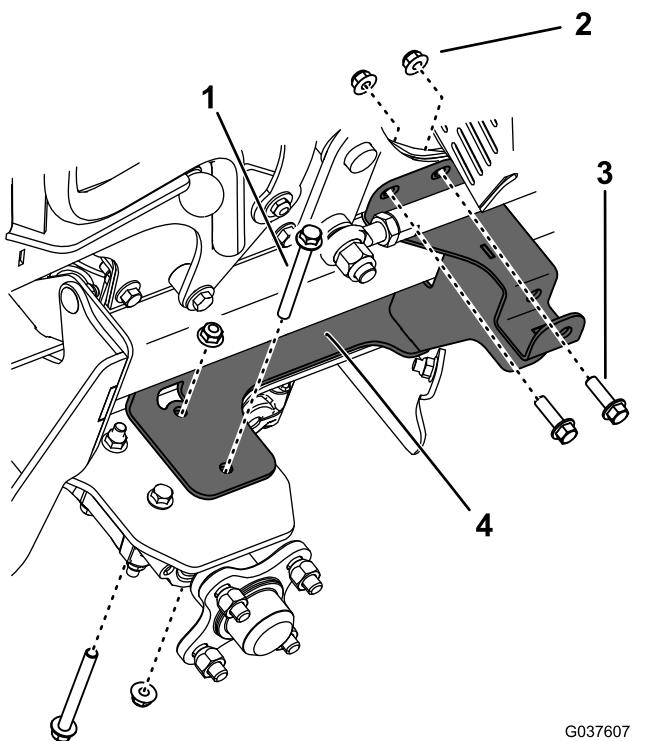

Bild 11
9. Entfernen Sie die zwei Schrauben vorne, die zwei Muttern von der rechten Befestigungshalterung und die zwei Schrauben vorne und zwei Muttern von der rechten Platte der Steuersäule (Bild 11).
10. Befestigen Sie die rechte Befestigungshalterung und die Lüfterhaube mit den Schrauben und Muttern, die Sie in Schritt 9 entfernt haben (Bild 11). Ziehen Sie die Schrauben bis auf 37-45 N·m an.